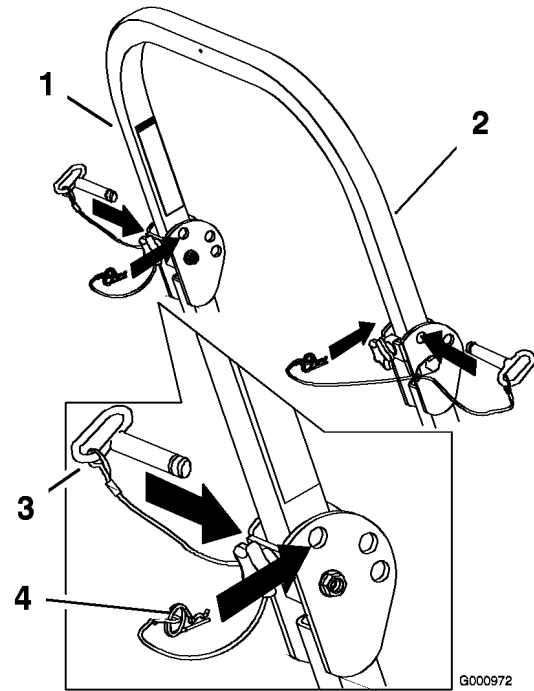

Figura 6
2. Rimuovete le coppiglie e togliete le due spine (Figura 6).
4. Inserite le due spine e fissatele con le coppiglie (Figura 6).
- Per alzare il roll bar rimuovete le coppiglie e togliete le due spine (Figura 6).
- Alzate il roll bar in verticale, inserite le due spine e fissatele con le coppiglie (Figura 6).